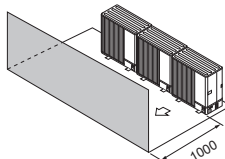

Fig. 2-17
- (3) Obstrução ou superfície fechada apenas na parte da frente (Fig. 2-17)